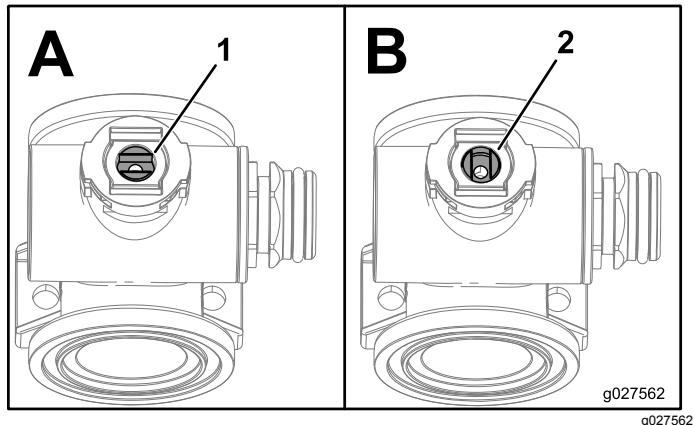

Figura 122
1. Posicione a haste da válvula para que fique na posição fechada (Figura 122 B).
3. Rode a haste da válvula para que a esfera fique na posição aberta (Figura 122 A).